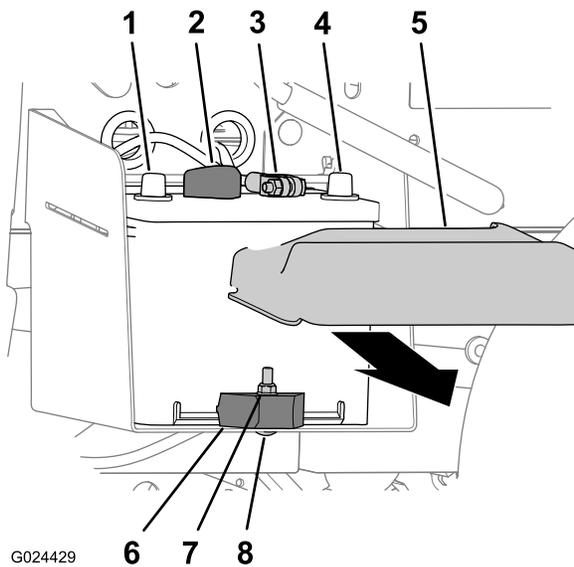

Figura 40
1. Aperte os lados da cobertura da bateria e retire a cobertura da parte superior da bateria (Figura 40).
- Desligue o cabo negativo da bateria do terminal da bateria (Figura 40).
- Desligue o cabo positivo da bateria do terminal da bateria (Figura 40).
- Retire a porca de bloqueio, o parafuso de carroçaria e o grampo da bateria que fixa a bateria ao tabuleiro da bateria (Figura 40).
- Retire a bateria do tabuleiro da bateria (Figura 40).
- Alinhe a bateria com o tabuleiro da bateria da máquina (Figura 40).
**Nota:** Certifique-se de que os polos positivo e negativo da bateria estão alinhados conforme indicado na Figura 40.
- Fixe a bateria ao tabuleiro da bateria com o grampo da bateria, o parafuso de carroçaria e a porca de bloqueio (Figura 40).
- Ligue o cabo positivo da bateria ao terminal da bateria (Figura 40).
- Ligue o cabo negativo da bateria ao terminal da bateria (Figura 40).
- Coloque a tampa da bateria na parte superior da bateria (Figura 40).